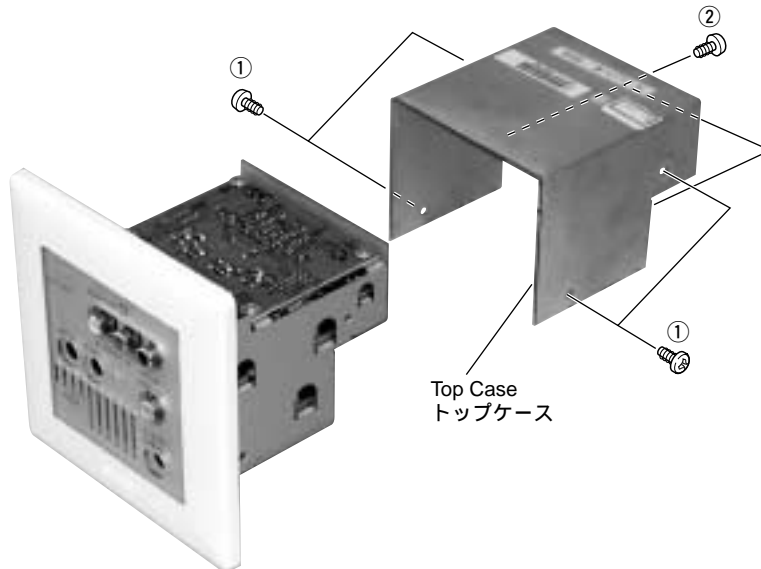

Fig. 1
- a) Remove 4 screws marked [①] and 2 screws marked [②]. (Fig. 1)
- b) Remove the Top Case by sliding it rearward. (Fig. 1)
- a) ①のネジ4本、②のネジ2本を外します。( Fig.1)
- b) トップケースを後方へスライドさせ、取り外します。( Fig.1)